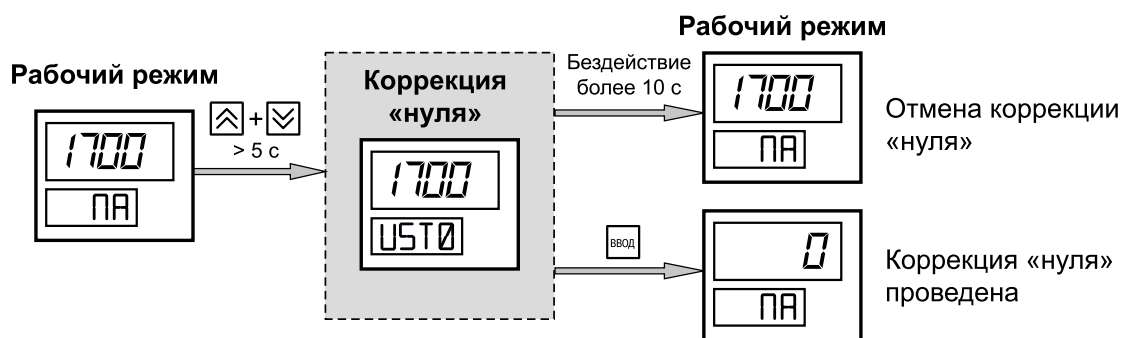

Рисунок 7.4 – Пользовательская коррекция «нуля»
- через быстрый доступ (см. рисунок 7.4);